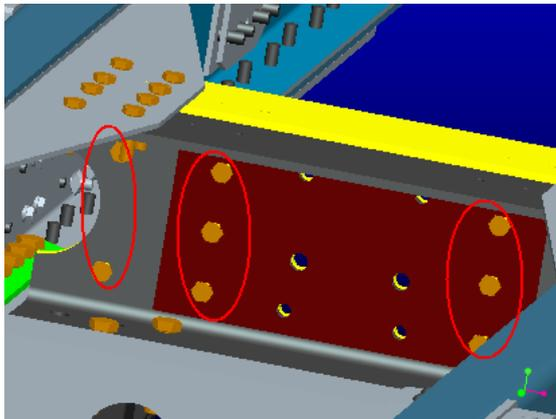

图 16
7、将靠背梁垫板装入后槽梁图示位置（图 16），除推力杆支座及推力杆长螺栓的安装孔外，其它孔位采用 M14×50 螺栓进行连接，涂螺纹锁固胶，拧紧力矩 $175\sim 195\text{N}\cdot\text{m}$ ；